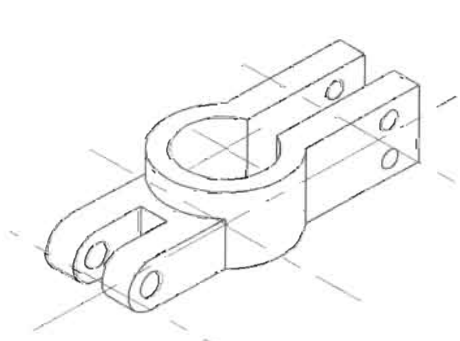

图 11-82
(19) 删除多余的辅助线和等轴测圆, 效果如图 11-82 所示。